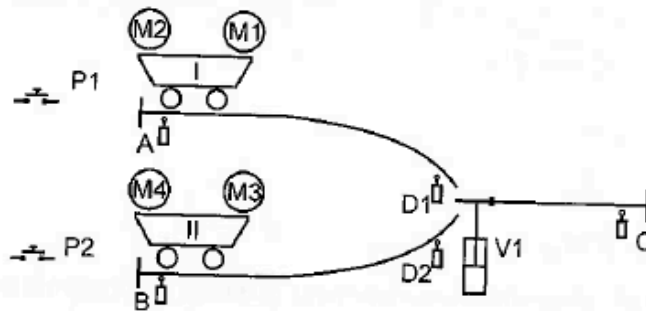

Figura 4.36 - Diagrama funcional para carro com partilha de recursos.
- 4.6) Elaborar um Grafcet para comandar um sistema com partilha de recursos conforme ilustrado na Figura 4.36. Um carro de transporte de peças deve atender a dois grupos de operários situados em diferentes posições (A e B).